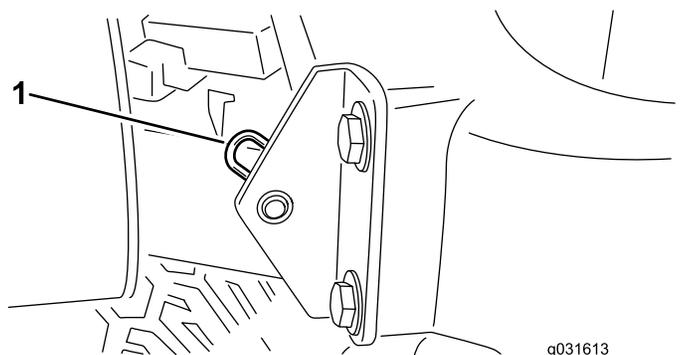

Figura 62
2. Togliete la coppiglia che fissa il perno del cofano alle staffe di montaggio (Figura 62).